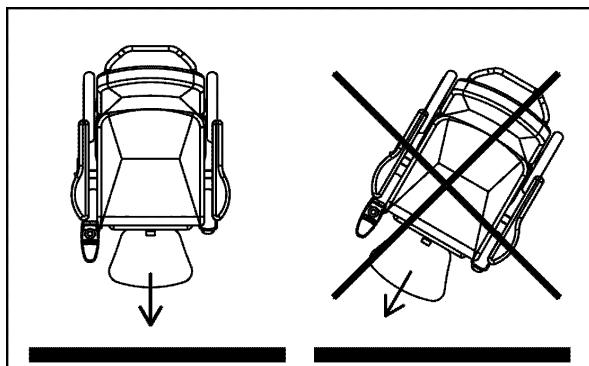

Bild 3.10
- Kör rakt fram mot trottoarkanten (bild 3.10).